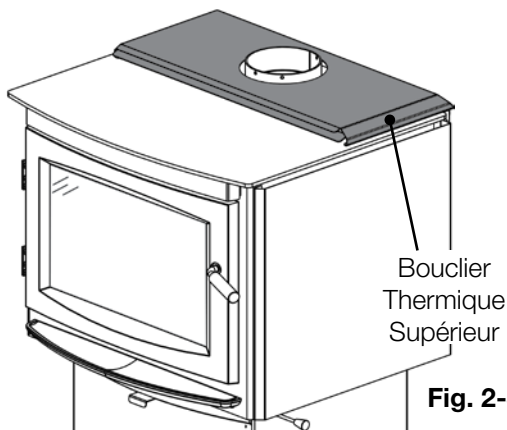

Fig. 2-3
* Le bouclier thermique supérieur (B.T.S) peut être retiré si on le désire (**Fig. 2-3**); cependant, cela augmentera les dégagements aux combustibles. **Veillez lire attentivement le tableau.**
* Le bouclier thermique supérieur (B.T.S) peut être retiré si on le desire (Fig. 2-3, page précédente); cependant, cela augmentera les dégagements aux combustibles. **Veillez lire attentivement le tableau.**